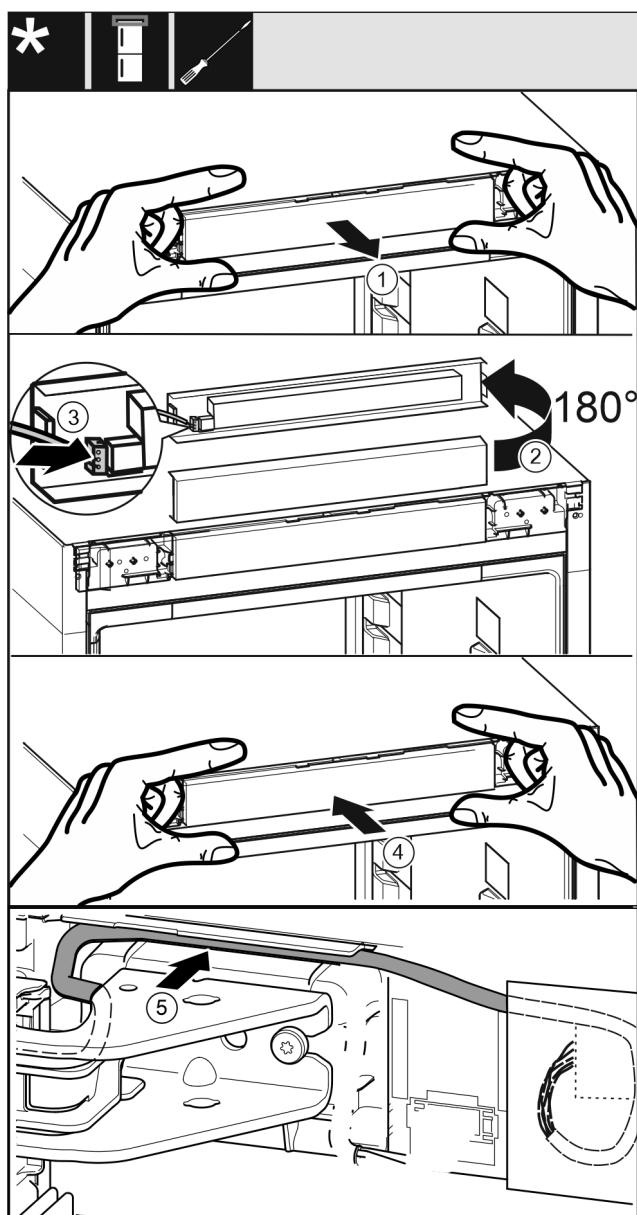

Fig. 43
- ▶ Opatrně vymějte panel. Fig. 43 (1)
- ▶ Panel otoče nahoru o 180°. Fig. 43 (2)
- ▶ Zástrčka zavckne do panelu. Fig. 43 (3)
- ▶ Nasadte panel zpět na přístroj. Fig. 43 (4)
- ▶ Sedý kabel opatrně položte do vedení nad horním stojanem ložiska. Fig. 43 (5)